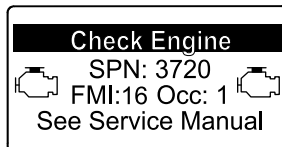

Figure 36
- Avertissement moteur SPN 3720, FMI 16 (Figure 36)